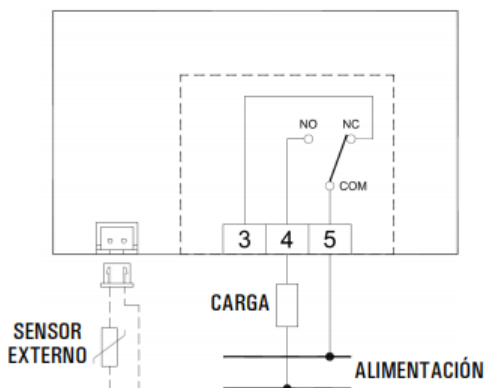

Fig. 7
- 5** Realizar las conexiones eléctricas, siguiendo los esquemas de conexión de Fig. 7 y 8.
La salida terminales 3, 4 y 5, es libre de tensión y aislada con doble aislamiento respecto al termostato. Por tanto es posible alimentar una carga a alta tensión (230V ~), como visible en Fig. 7 y 8. En este caso es necesario mantener una separación entre los cables de la sonda remota y los cables de la carga en el respeto de las normas vigentes.